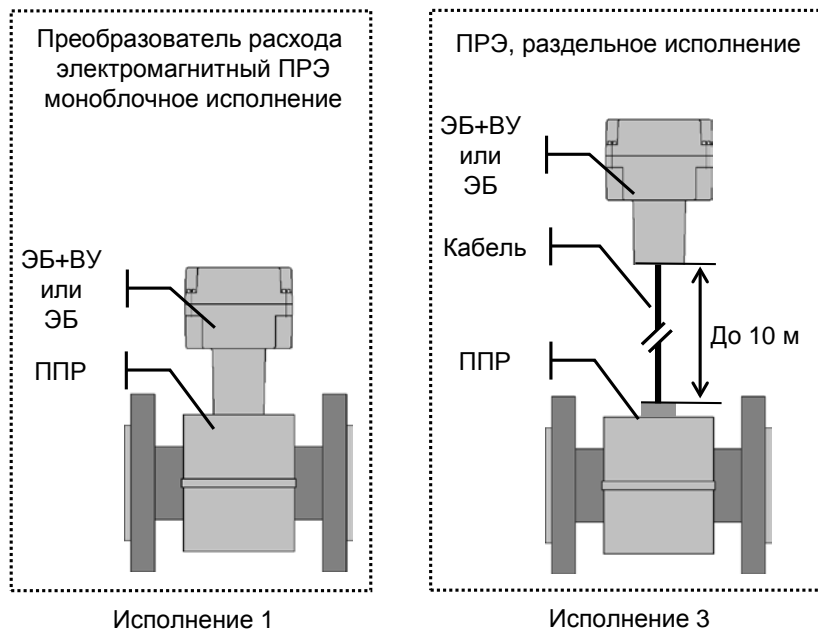

Рисунок 1 — Варианты исполнения ПРЭ
- Преобразователи расхода ПРЭ и вычислительные устройства. Преобразователи расхода ПРЭ состоят из конструктивно обособленных первичных преобразователей (датчиков) расхода электромагнитных (ППР) и электронных блоков (ЭБ) (рис.1).